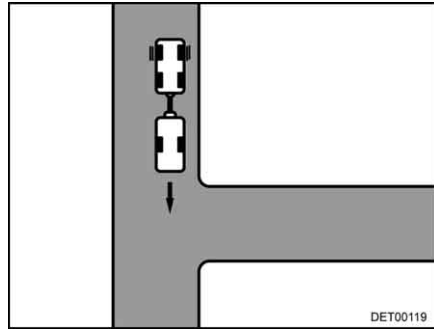

Fig. 14 Svolta all'incrocio
- Avvicinarsi all'incrocio, fino a che la coda del caravan si trovi all'altezza di questo (Fig. 14).